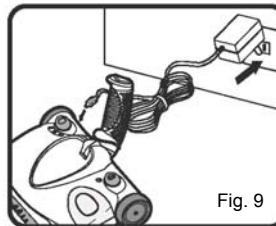

Fig. 9
1. Branchez la fiche du chargeur dans la prise de chargement située à l'arrière de la balayeuse. Branchez l'adaptateur de chargement dans la prise murale (120 V, 60 Hz). Utilisez seulement le TechWorld AD-1215-U8 (Fig. 9).